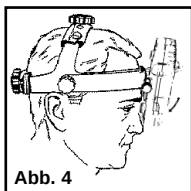
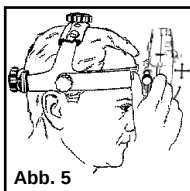

Abb. 4
Abb. 5
Positionieren Sie das All Pupil II so nahe wie möglich vor den Augen, um ein optimales Sichtfeld zu erreichen (siehe Abb. 4). Verwenden Sie dazu den Gelenkstellknopf (D). Siehe Abb. 5.